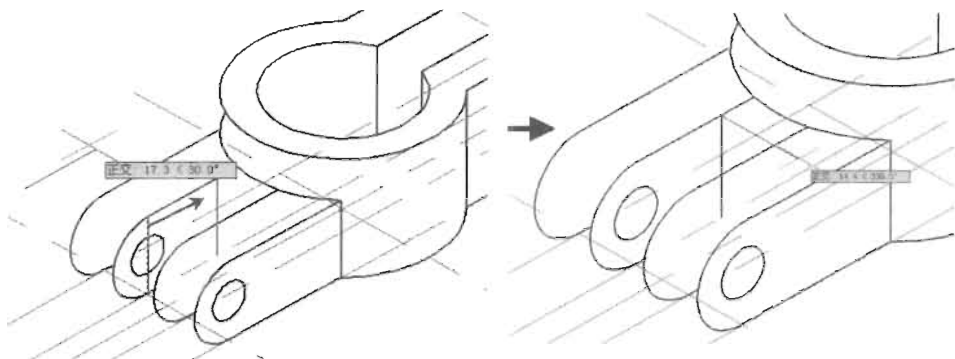

图 11-77
(14) 单击“修改”工具栏中的“移动”按钮，将如图 11-77 所示的直线向右移动 16mm，然后以直线的端点为起点绘制一条线段，如图 11-77 所示。